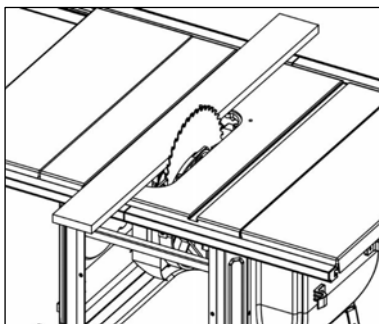

Рисунок 20.
- Установите задние направляющие таким же способом, как и передние и выровняйте стык направляющих относительно пильного диска (рис. 20).